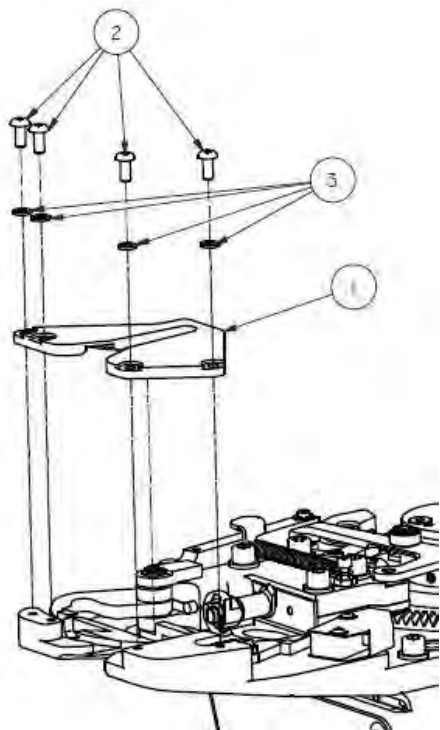
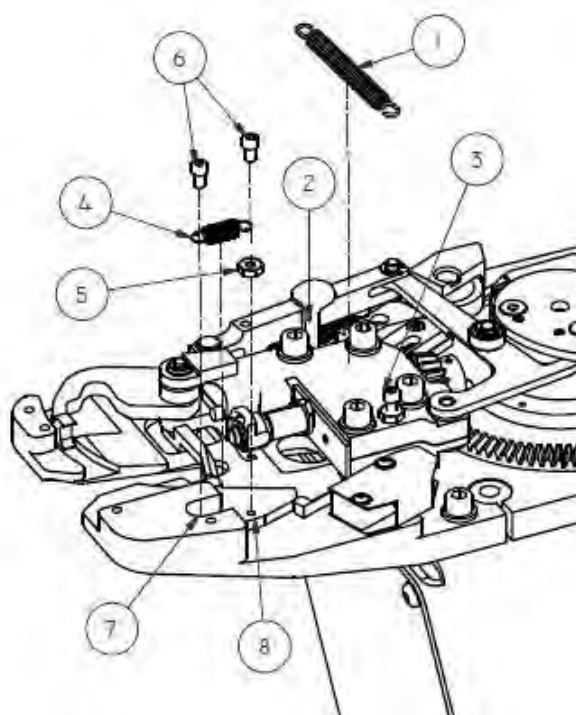
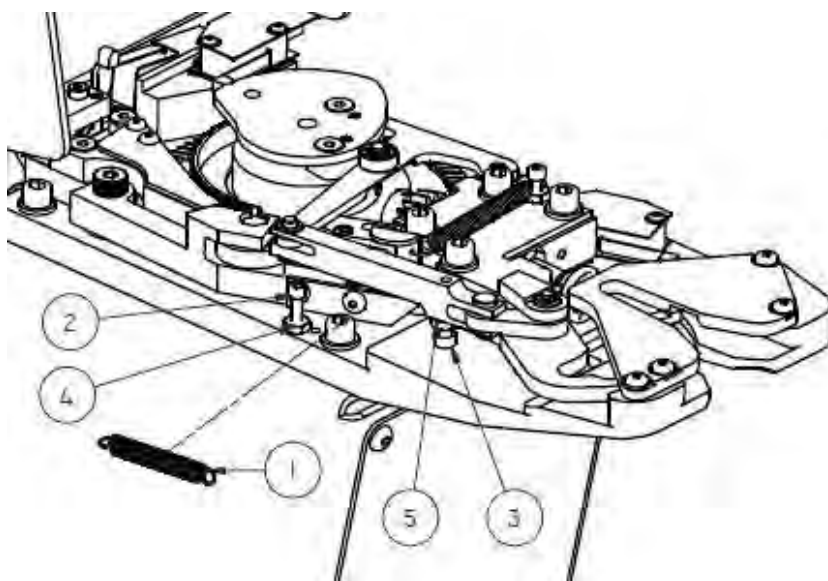
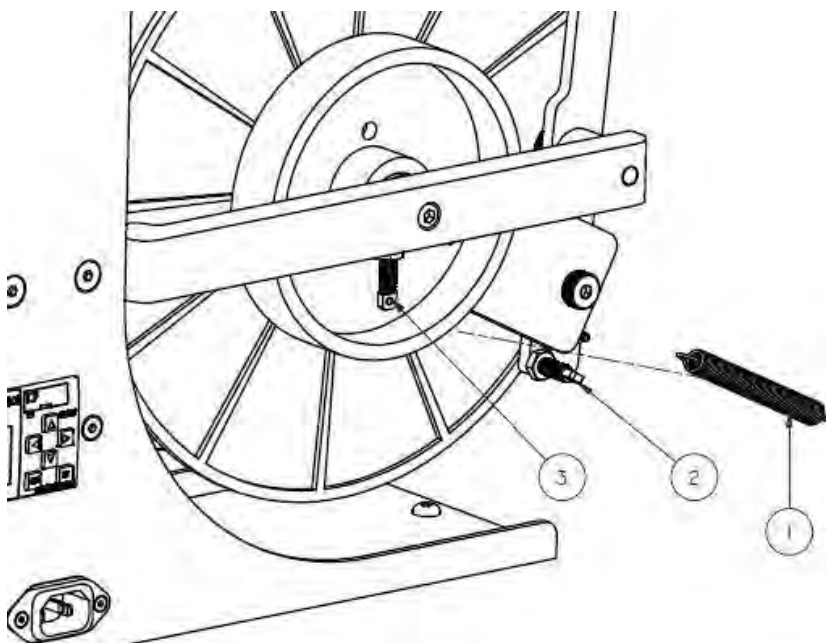

Figura 6.1.1 Placa del cuello
Figura 6.1.2 Resortes del activador y del brazo de pivote
Figura 6.1.3 Resorte del brazo de empaque
Figura 6.1.4 Resorte del emisor
1. la cinta se rompió alrededor de la envoltura torcida y quedó material en el gancho de torsión .	1. Estire el material para sacarlo del gancho de torsión. Puede que se necesite quitar la placa del cuello para retirar totalmente el material. Vea la Figura 6.1.1. Asegúrese de que no tengan daños el material de la cinta enhebrado ni el gancho de torsión .
(Consulte: Figura 6.1.1, Figura 6.1.2 , Figura 6.1.3, y Figura 6.1.4)
1. Resorte del brazo de pivote (1, Figura 6.1.2) – Este resorte aplica presión sobre el brazo de pivote y permite que el rodillo de alimentación presione el material de plastinudos contra el tambor de alimentación.
- 1.1. Para retirarlo, sujete el resorte y desengánchelo del sujetador (3, Figura 6.1.2) fijo al conjunto del bloque de piñón. Después, desenganche el otro extremo del soporte de pivote (2, Figura 6.1.2) en el brazo de pivote. (Para esto, puede que necesite unas pinzas con punta de aguja)
2. Resorte del activador (4, Figura 6.1.2) – Este resorte tira del activador de regreso a su posición inicial.
- 2.1. Para retirarlo, será necesario que retire la placa del cuello (1, Figura 6.1.1).
- 2.2. Retire el tornillo con cabeza cilíndrica (6, Figura 6.1.2) situado debajo de la placa del cuello, fija a la placa base.
- 2.1. Retire el tornillo con cabeza cilíndrica (6, Figura 6.1.2) situado en el activador. Será necesario que la tuerca hexagonal (5, Figura 6.1.2) se afloje primero antes de aflojar el tornillo.
Cuando fije el resorte, asegúrese de que los tornillos de cabeza cilíndrica (6, Figura 6.1.2) no estén demasiado apretados y que no aplasten el resorte ni los ganchos del resorte. Esto podría ocasionar daños y desgaste prematuro.
3. Resorte del brazo de empaque (1, Figura 6.1.3) – Este resorte tira del brazo de empaque de regreso a su posición inicial y aplica presión sobre las articulaciones lo que permite que el cojinete sobre el componente soldado del activador haga contacto con la leva.
3.1. Para quitarlo, use unas pinzas con punta de aguja para desenganchar el resorte del sujetador (3, Figura 6.1.3) fijo a la parte inferior de la articulación, así como del sujetador (2, Figura 6.1.3) fijo a la placa base.
5. Resorte del emisor (1, Figura 6.1.4) – Este resorte aplica presión sobre la almohadilla del freno, lo cual permite que la almohadilla ya no deje que el carrito se desenrolle durante el funcionamiento.
5.1. Para retirarlo, desconecte los extremos de gancho de las anclas roscadas (2, 3, Figura 6.1.4) fijas al brazo del emisor y a la almohadilla del freno. Para esto, le pueden servir unas pinzas con punta de aguja
2. Primero debe retirar la placa del cuello. Consulte la *Figura 6.1.1*.
3. A continuación, desconecte el resorte del brazo de pivote. Consulte la *Figura 6.1.2* y en la *Sección 6.1*.
4. Después, desconecte el resorte del activador de la placa base. Para lograr esto, retire el tornillo de cabeza cilíndrica (2).
5. Ahora afloje y retire los cuatro tornillos de cabeza cilíndrica (3) y arandelas de seguridad (4) de la placa base.
6. El conjunto del bloque de piñón y articulaciones (1) debe quedar libre para retirarlo de la placa base.